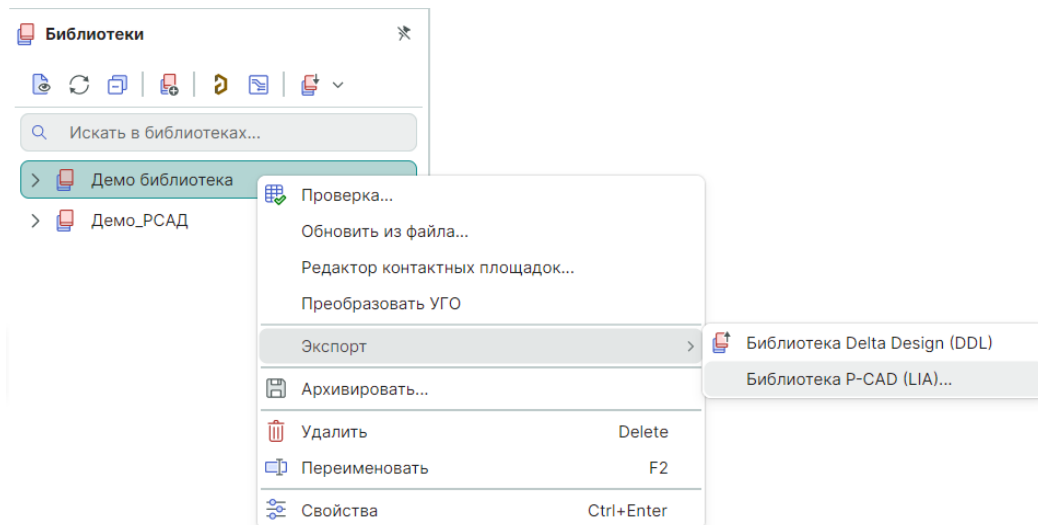

Рис. 24 Экспорт библиотеки Delta Design в формат P-CAD
- В панели «Библиотеки» с выбранной библиотекой вызовите контекстное меню → перейдите в пункт «Экспорт» → выберите «Библиотека P-CAD (LIA)...», см. Рис. 24.